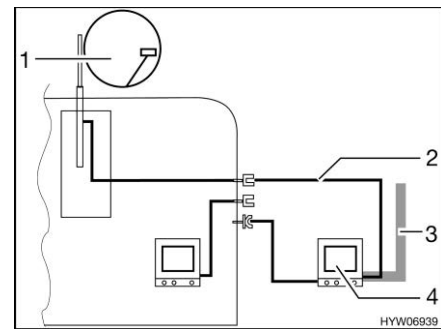

Fig. 210 TV nella tenda veranda
- TV nella tenda veranda (Fig. 210,4): Collegamento all'antenna del tetto (Fig. 210,1) con cavo di collegamento (Fig. 210,2)
- TV nella tenda veranda (Fig. 210,4): Collegamento a antenna esterna (Fig. 210,3)